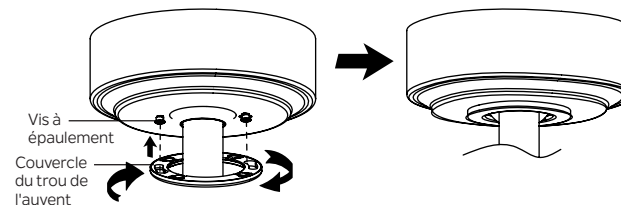

Fig. 17
Étape 3. Fixez et serrez solidement le couvercle du trou de l'auvent sur les vis à épaulement du support de montage en utilisant la fonction de verrouillage par rotation de la rainure de clé. (Fig.17)